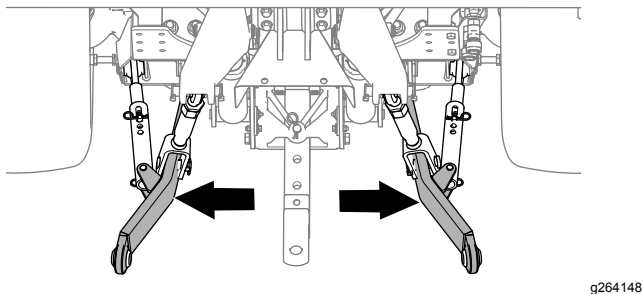

Figura 26
4. Regolate i bracci dello stabilizzatore (**Figura 26**) completamente verso l'esterno; fate riferimento ai *Manuali dell'operatore* per la macchina di traino.